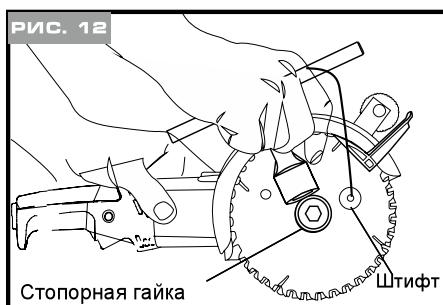

РИС. 12
- 1. Вращая диски, совместите отверстия обоих дисков. Затем вставьте штифт, прикрепленный к гаечному ключу, в отверстия дисков. Ослабьте стопорную гайку вращением против часовой стрелки и снимите ее (см. рис. 12).